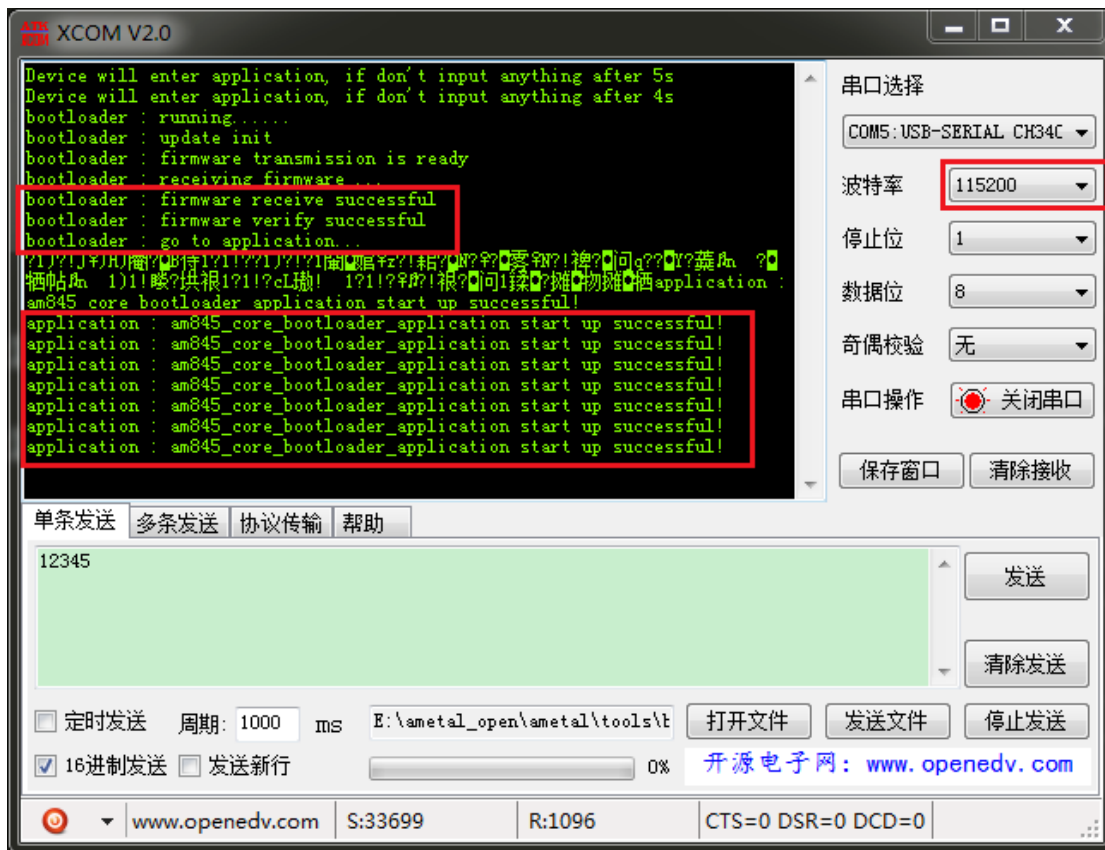

图 24: 固件传输完成
6、传输完成。当串口助手接收到“bootloader : firmware receive successful”时表明 bootloader 已经接收成功。bootloader 在经过校验之后会跳转到应用代码开始执行，串口助手打印出乱码，当把串口助手波特率设置为 115200 之后有正常信息打印出，循环打印“application : am845\_core\_bootloader\_application start up successful!”。原因是因为 bootloader 使用 9600 作为串口波特率，应用程序则使用 115200，如 图 24 所示，其中“bootloader : ...”表明是 bootloader 打印，” application:...”表明是应用程序打印。同时观察开发板可以看到黄色的 LED 灯开始以 1s 的间隔闪。